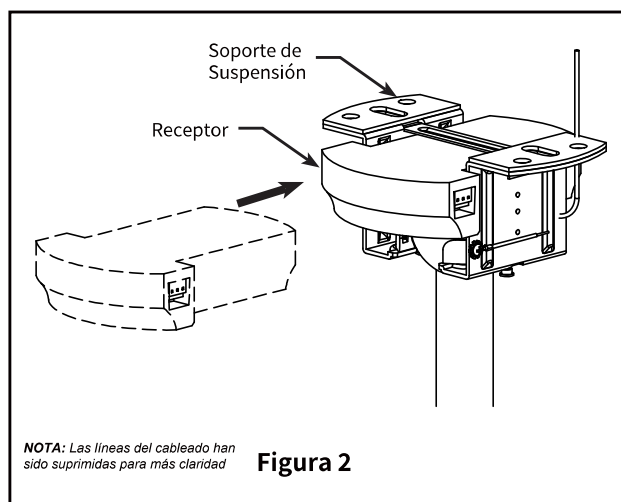

Figura 2
- 1. Deslice el receptor en el soporte de suspensión con la parte plana orientada al techo como se muestra en la figura 2.